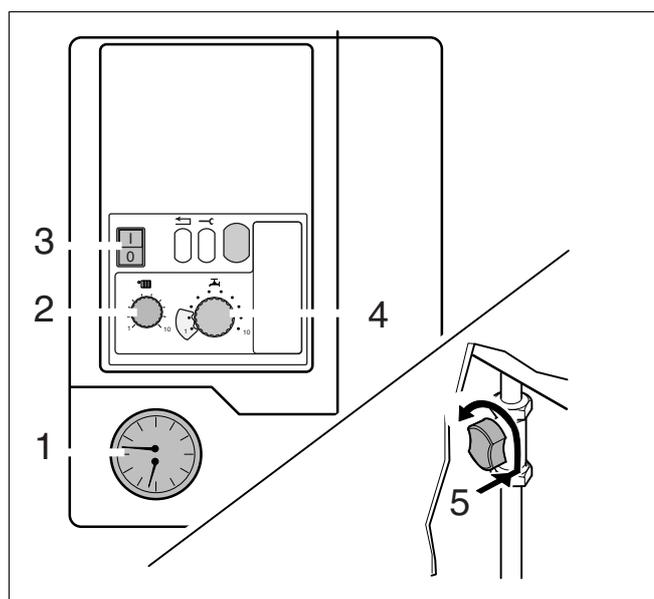

Fig. 1 Pupitru de comandă, indicator de presiune, robinet de gaz
- Se verifică presiunea apei (fig. 1, poz. 1). La o presiune de sub 1,0 bar, instalația se completează cu apă și se aerisește. Presiunea max. a apei 2,0 bar.
- Temperatura turului se reglează la regulator (fig. 1, poz. 2) cu ajutorul tab. 1.
- Temperatura apei calde se reglează la regulator (fig. 1, poz. 4) cu ajutorul tab. 2.
- Se deschide robinetul de gaz: se apasă și se trage spre stânga în poziție verticală (fig. 1, poz. 5).
- Întrerupătorul de rețea (fig. 1, poz. 3) se trece în poziția "I". Aparatul începe cu programul de pornire, iar după cca. 30 s se aprinde arzătorul.